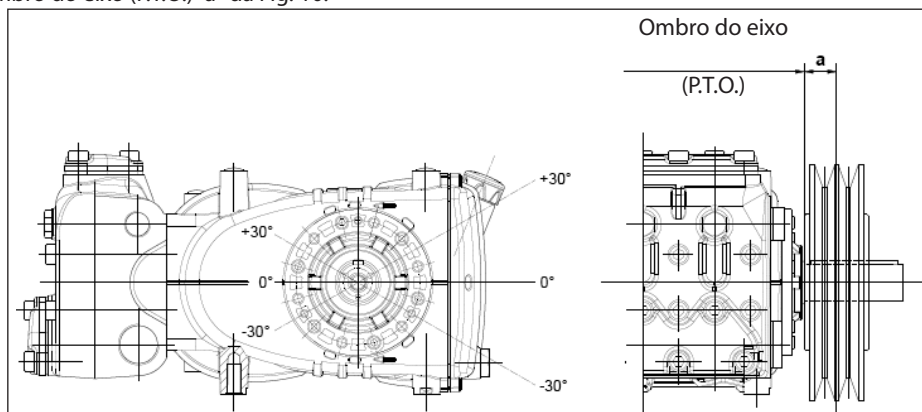

Fig. 10
A carga radial sobre o eixo não deve ser superior a 3000 N (valor necessário para a definição do layout). A transmissão é considerada adequada, se tal carga é aplicada a uma distância máxima de **a=30 mm** do ombro do eixo (P.T.O) conforme indicado na Fig. 10.
- b) Use correias de alto rendimento - por exemplo **XPB** ao invés de **SPB** - pois será necessário uma quantidade inferior de correias com a mesma potência transmitida e uma conseqüente distância inferior do resultante em relação ao ombro do eixo (P.T.O.) "a" da Fig. 10.